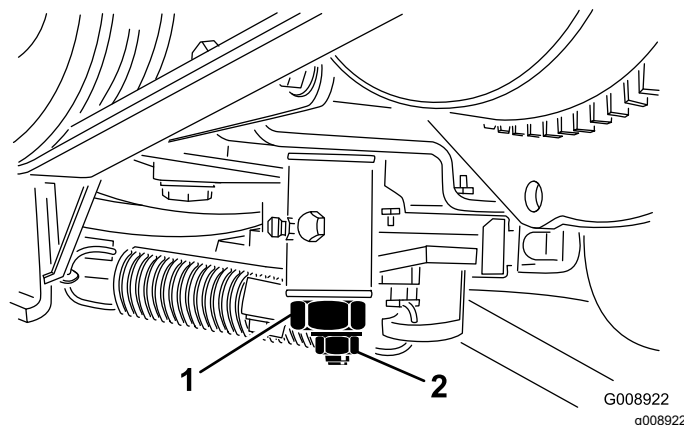

Figura 55
4. Serrate il dado di bloccaggio sulla camma di regolazione della trazione. (Figura 55).